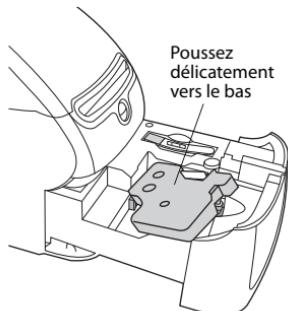

Figure 12
- 3** Insérez la cassette et pressez fermement jusqu'à ce qu'elle s'engage. Assurez-vous que l'étiquette et que le ruban sont bien positionnés. (Figure 12)